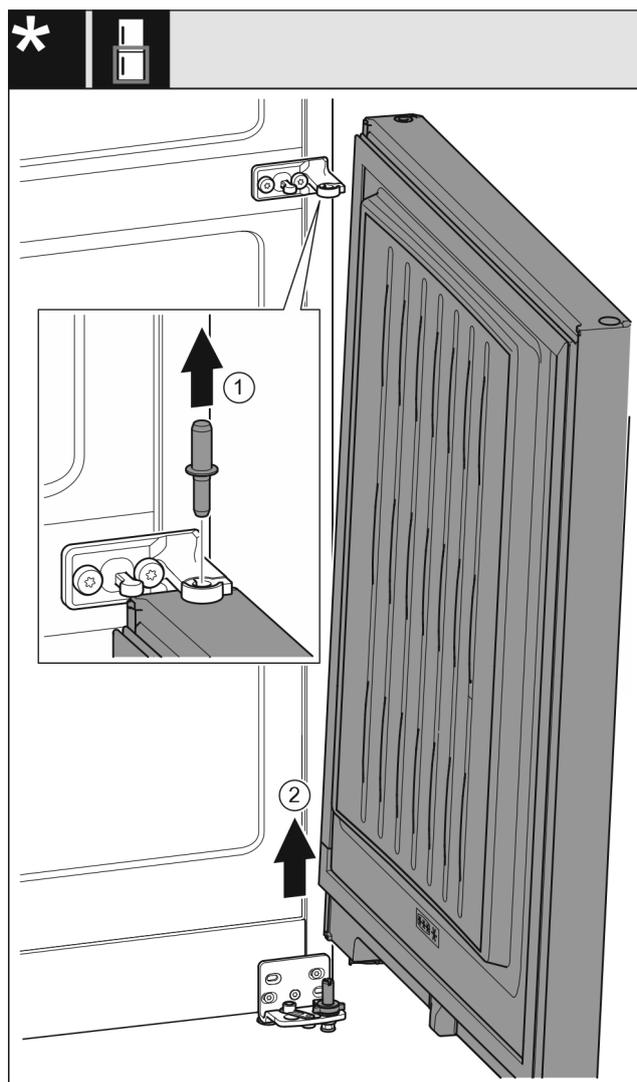

Fig. 8
- ▶ Sortir le boulon par le haut. Fig. 8 (1)
- ▶ Faire basculer la porte vers l'extérieur, la tirer vers le haut et la mettre de côté. Fig. 8 (2)